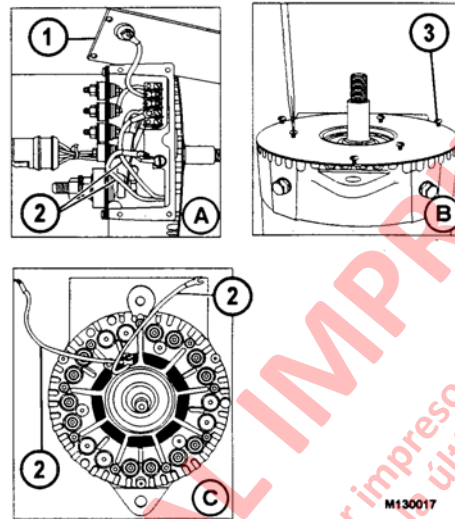

FIGURA 13-13
2. Saque la cubierta de la caja de control (Figura 13-13 A).
4. Saque seis pernos de la placa de cubierta de la caja delantera (Figura 13-13 B).
6. Saque las seis tuercas que sujetan los conductores de fase (alambres negros) a los espárragos de los diodos (Figura 13-13 C).